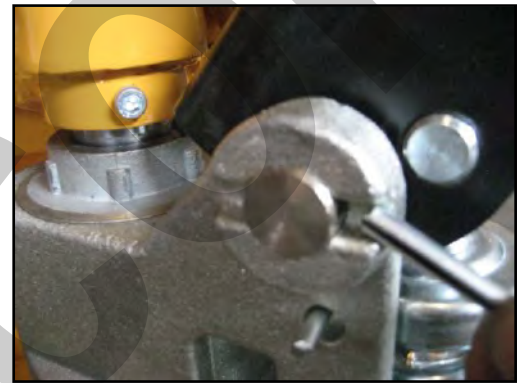

Figura 8 – Inserimento spina elastica.
3. Inserire la spina elastica per fermare il perno (Figura 8).